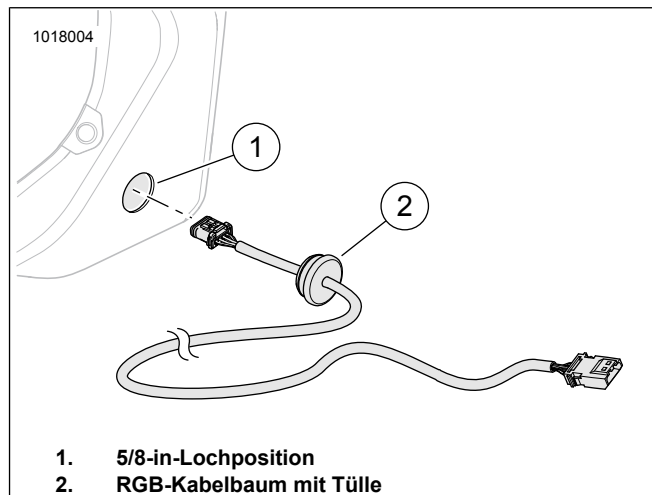

Abbildung 27. Einbau des RGB-Kabelbaums
Siehe Abbildung 27. Von der Innenseite der Lautsprecherkonsole aus das Stiftsteckerende des Kabelbaums mit Tülle (2) einsetzen. Die Tülle in das 16-mm-Loch (5/8 in) (1) drücken, indem Sie mit einer verjüngten Kante der Tülle im Loch beginnen. Wenn die Tülle ordnungsgemäß eingebaut wurde, sitzt die Außenseite der Tülle an der Außenseite der Lautsprecherkonsole auf. Die Tülle rundherum in Position drücken.